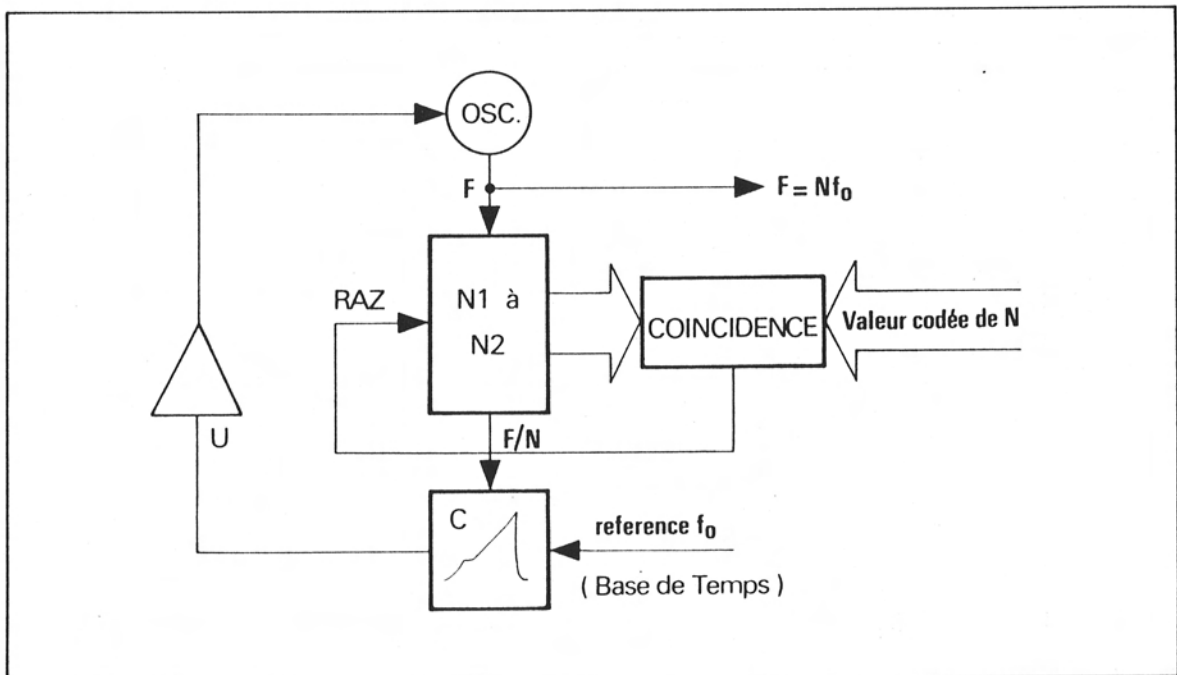

Figure VI-1 - Principe de l'oscillateur asservi en phase
- Figure VI-1. PRINCIPE DE L'OSCILLATEUR ASSERVI EN PHASE
Le démodulateur de la figure VI-1, M1, figure également sur le schéma détaillé de la planche VII-1 et sur le synoptique de la planche VI-2.
Le circuit de base de chaque unité d'insertion décimale repose sur le principe de l'oscillateur asservi en Phase ou "Phase Lock" associé à un compteur programmable (voir figure VI-1).